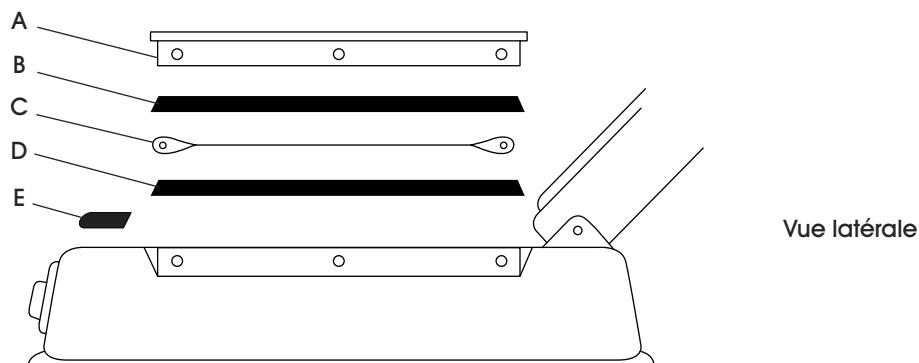

Figure 1
- Retirez les vis ainsi que les plaques de protection (A) et le revêtement supérieur en PTFE (B). Retirez le couvercle de l'élément chauffant (E). Retirez l'élément (C) des bornes de branchement. (Voir Figure 1)
- Si le ruban adhésif en PTFE inférieur (D) est usé, brûlé ou déchiré, il doit être changé. Le ruban en PTFE isole l'élément du boîtier de la scelleuse pour assurer le bon fonctionnement de la scelleuse. (Voir Figure 1) Si cette bande n'est pas usée, passez à l'étape 5.